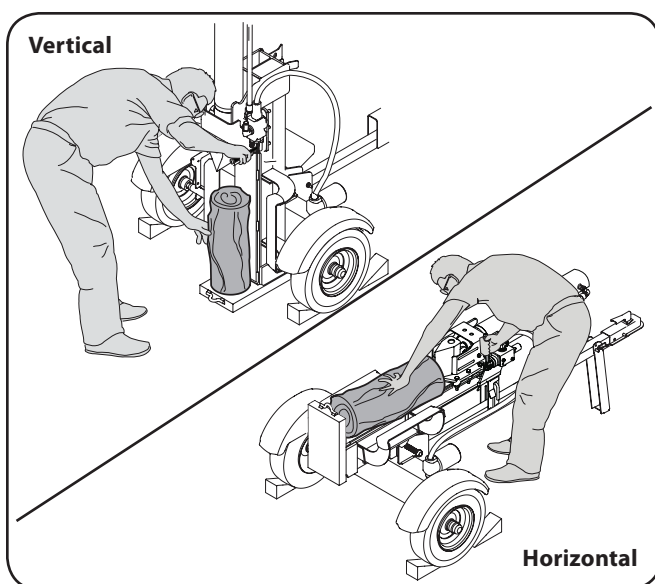

Figure 2-1
6. Siempre opere la máquina desde la(s) zona(s) del operador que se especifican en el manual. Vea la Fig. 2-1.
- a. Posición horizontal de funcionamiento: Párese del lado de la palanca de control de la máquina rompetroncos y estabilice el tronco como se indica, si es necesario. Vea la Fig. 2-1.
- b. Posición vertical de funcionamiento: Párese delante de la máquina rompetroncos y estabilice el tronco como se indica, si es necesario. Vea la Fig. 2-1.